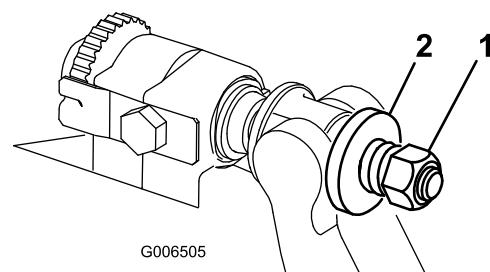

图32
4. 旋紧弹簧加压螺母, 直到弹簧完全压紧, 然后往回松开 $1/2$ 圈 (图32)。
10. 旋紧每个底刀架调节器总成上的螺母，直到加压弹簧完全压缩，然后往回松开 $1/2$ 圈（图32）。